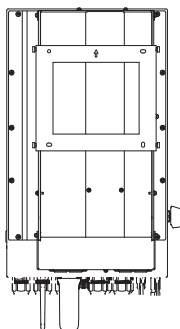

Figura 3.7 Montaggio a parete dell'inverter
2. Sollevare l'inverter (facendo attenzione a non sforzare il corpo) e allineare la staffa posteriore dell'inverter con la sezione convessa della staffa di montaggio. Appendere l'inverter alla staffa di montaggio e accertarsi che sia ben saldo (vedere Figura 3.7).